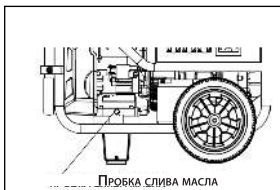

рис.16
- Найдите месторасположение маслозаливной пробки (рис.16).